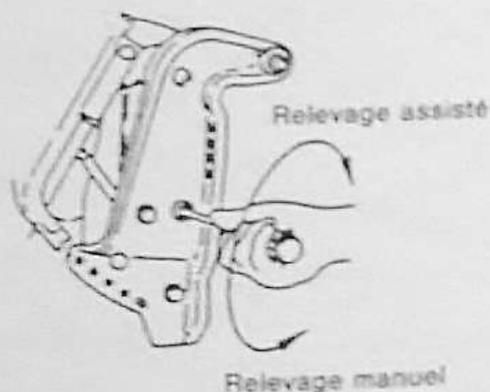

Fig. 25
- Desserrer d'environ 1 tour la vis de by-pass du circuit hydraulique. (Fig. 25). Il est alors possible de manœuvrer le moteur manuellement.